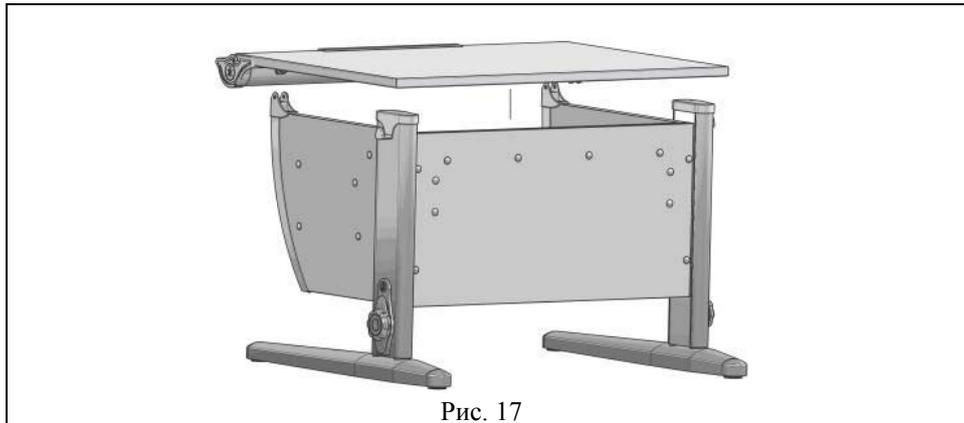

Рис. 17
**5.6.1** На основание стола (сборка по п.5.4.2) положить сверху столешницу (сборка по п.5.5.7), так что бы выступы верхних частей шарниров входили в пазы нижних частей шарниров, а оси отверстий совпадали, см. рис.17.
Рис. 17а